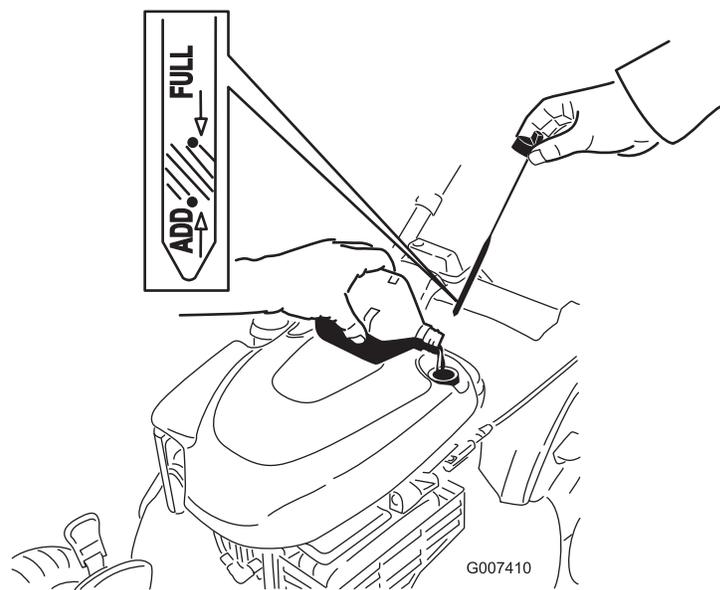

Figura 17
2. Togliete l'asta di livello (Figura 17).
5. Rimuovete l'asta di livello e controllate il livello dell'olio; fate riferimento a Figura 17.